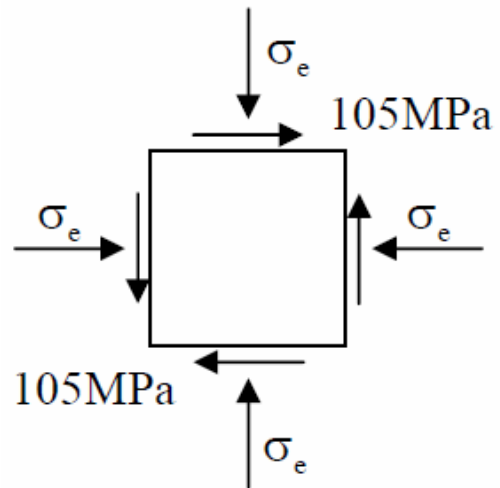

Figura 5.4
5.1.5 O estado plano de tensões desenhado na Figura 5.4 corresponde a um ponto de uma peça de material dúctil de tensão de cedência 331MPa. Determine o intervalo dos valores possíveis de σ_e (mantendo o sentido) para as quais a peça estar neste ponto em condições de segurança ($n=1,5$) utilizando o critério de von Mises.